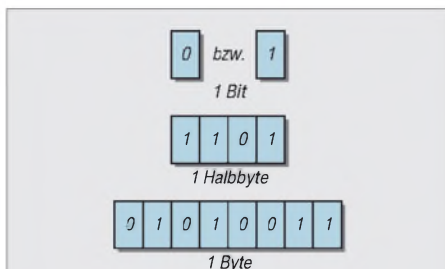

Bild 1: Jede digitale Information besteht aus einem Bitmuster zwar beliebiger, in einem bestimmten System allerdings immer gleicher Länge (z. B. 8 Bit).
Stellt das in Bild 1 gezeigte Byte 01010011 beispielsweise eine Zahl im dualen Zah-
Im Bereich der Personal Computer (PC) kommt sehr oft die Kodierung nach der ASCII-Tabelle vor. Das gleiche Bitmuster aus Bild 1 bedeutet bei Verwendung dieser Tabelle dann als druckbares Zeichen den Großbuchstaben S. Mehrere Bitmuster nacheinander ergeben entsprechend einen Text, eine Zahlenkolonne, eine Tabelle usw.